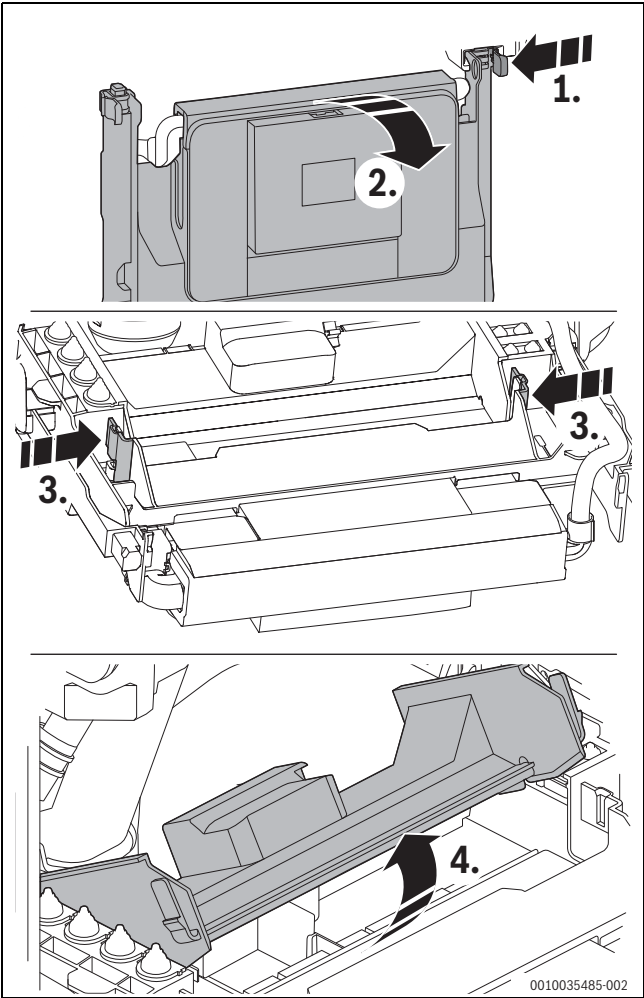

Fig. 39 Ouvrir l'appareil de commande
- ▶ Rabattre l'appareil de commande (→ fig. 39).